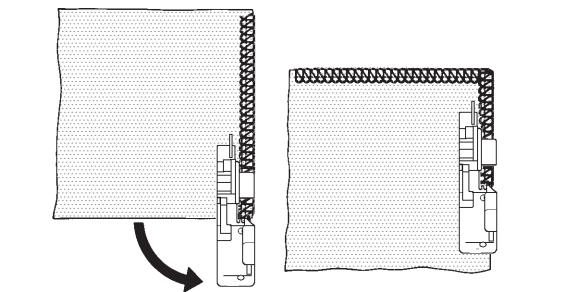

Fig. 1
3. Turn the fabric, lower the presser foot and begin stitching in the new direction. Fig. 1.
3. Tourner le tissu, redescendre le pied presseur et coudre dans la nouvelle direction (Fig.1).
3. Gire el tejiido, baje el pie prensatelas y continue cosiendo en la nueva dirección. Fig. 1.
3. Ruotare il tessuto, abbassare il piedino pressore e cominciare a cucire nella nuova direzione. Fig. 1
3. Draai de stof, laat het voetje op de stof zakken en naai in de nieuwe naairichting. Fig. 1.
1. Snap the detachable cord guide, in your accessory set onto the thread guide pole (Fig. 1).
2. Place a *éfilleré* cord, such as a crochet cotton, gimp, wool, knitting yarn, or shirring elastic at the rear of the machine spool pin. Pass the cord through the cord guides (1) and (2) and then through the left needle thread guide (3). See Fig. 1.
1. Placer le guide-fil spécial amovible doté en accessoire sur l'antenne porte-fils (Fig.1).
2. Placer un fil de renfort, tel que fil de laine, cordonnet fin ou élastique, etc ... à l'arrière des porte-bobines de la machine. Passer le fil de renfort dans les guides spéciaux (1) et (2) montés sur la coque de la machine, puis dans le passe-fil de l'aiguille gauche (3). Voir Fig.1.
1. Colocar la guía del cordón en la barra guía del hilo (Fig. 1).
- Pasar el cordón a través de las guías del cordón (1) y (2) y luego a través de la guía del hilo de la aguja izquierda (3). Ver Fig. 1.
1. Porre la guida del cordone sul sostegno guida filo. (Fig. 1).
Far passare il cordone attraverso il guida filo ago di sinistra (3) vedere Fig. 1
1. Klik de extra, koordgeleider op de garenstandaard-antenne zoals afgebeeld.(Fig.1.)